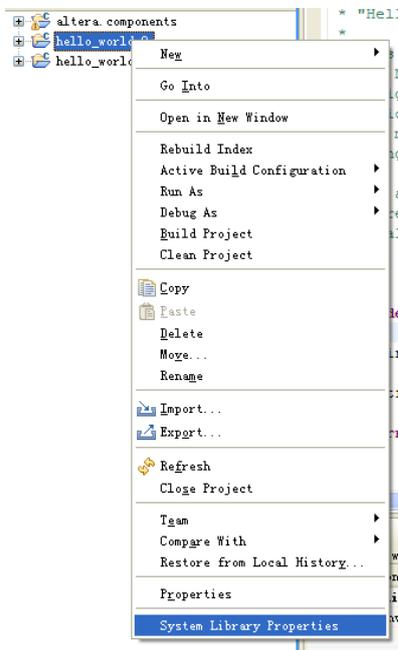

图 6-14 选择 System Library Properties
鼠标对准随后出现的 hello_world_0.c 工程项目处，右击选择 System Library Properties (位于最下面的选择项)，如图 6-14 所示。
23. 参看图 6-14 倒数第 2 项。